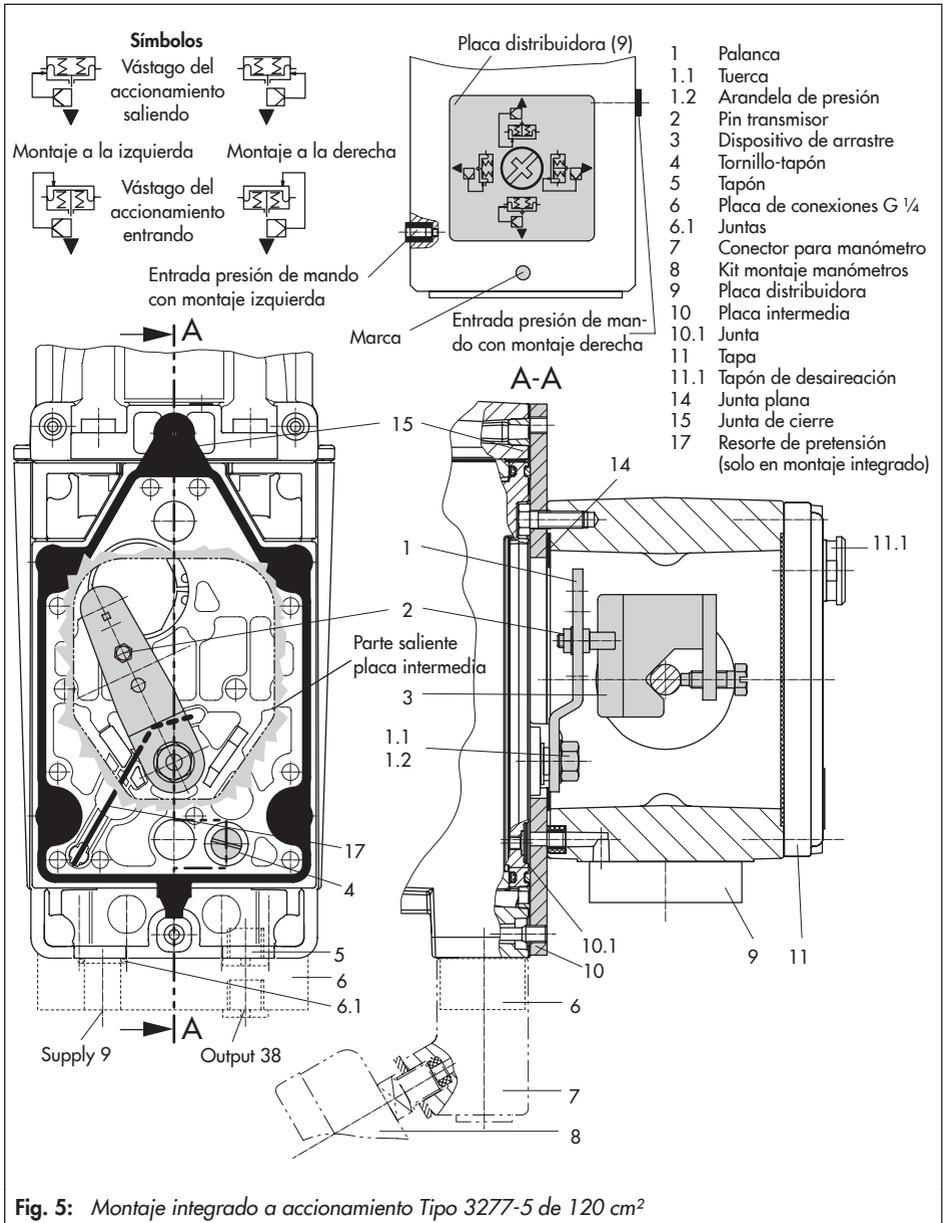

Fig. 5: Montaje integrado a accionamiento Tipo 3277-5 de 120 cm²
1. Determinar el símbolo que corresponde según la posición de seguridad requerida y la posición de montaje del posicionador fig. 5 "Símbolos":
2. Alinear el símbolo correspondiente de la placa distribuidora (9) con la marca y montarla en el puente del accionamiento.
3. Si es el caso, montar el conector para manómetro (7) con manómetros o si es necesaria una conexión roscada G 1/4, la placa de conexiones (6), teniendo en cuenta que ambas juntas (6.1) queden en su lugar.
4. Desatornillar el tornillo-tapón (4) de la cara posterior del posicionador y cerrar con el tapón (5) de los accesorios, la salida de presión de mando "Output 38" de la placa de conexiones (6) o bien del conector para manómetro (7).
5. Colocar el dispositivo de arrastre (3) en el vástago del accionamiento, alinearlos y fijarlo de forma que el tornillo de fijación esté bien alojado en el encaje del vástago del accionamiento.
6. Fijar la placa intermedia (10) con la parte saliente más estrecha (fig. 5 izquierda) hacia la conexión de la presión de mando, la junta plana (14) tiene que quedar del lado del puente del accionamiento.
7. **Carrera 15 mm:** El pin (2) de la palanca M (1) en la parte posterior del posicionador se deja en la posición 35 (estándar). **Carrera 7,5 mm:** Desatornillar el pin (2) colocado en la posición 35 y atornillarlo en la posición 25.
8. Colocar la junta de cierre (15) en la ranura del posicionador, de forma que las cuatro boquillas de fijación se inserten sobre los tornillos de la caja y ambas boquillas de sujeción se inserten en los orificios de la caja.
9. Colocar el resorte de pretensión (17) por debajo de la palanca (1) a través de la